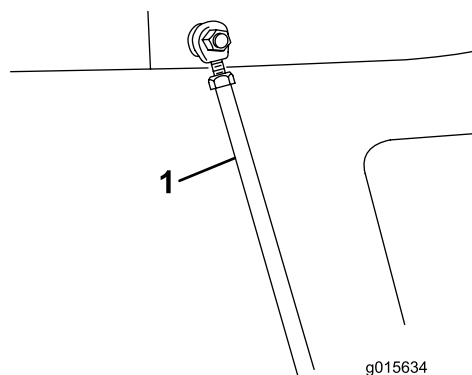

Figura 21
5. Fissate i tiranti della tramoggia al telaio con le coppie (Figura 21).